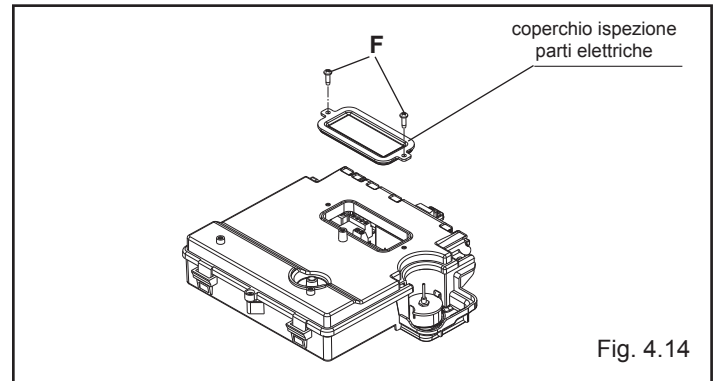

Fig. 4.14
- svitare le viti (F) - fig 4.14 - per rimuovere il coperchietto morsetti (230V)